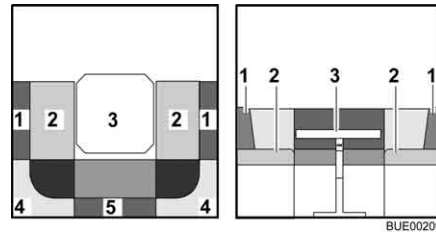

Bild 80 Vor dem Umbau
- Tisch (Bild 80,3) zum Bettunterbau umbauen (siehe Abschnitt 6.11).